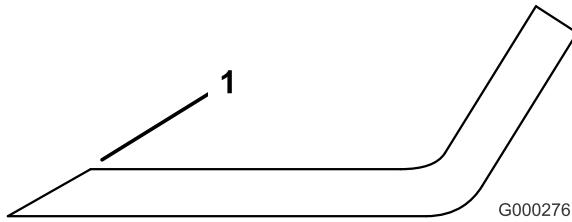

Figure 57
1. Au moyen d'une lime, aiguissez les tranchants aux deux extrémités de la lame (Figure 57). Veillez à conserver l'angle de coupe d'origine. Limez la même quantité de métal sur chacun des deux tranchants pour ne pas déséquilibrer la lame.